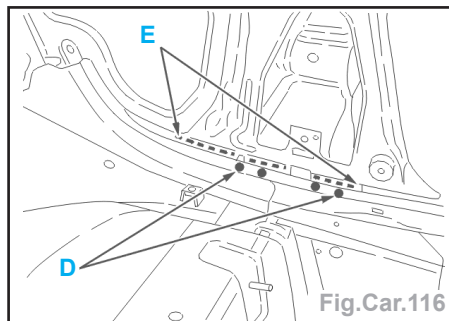

Fig.Car.116
- Souder par points bouchons au MIG suivant **D** (Fig.Car.116).